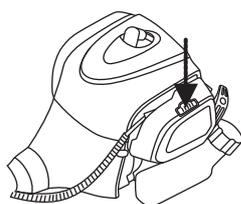

Fig. 29a
- Appuyer sur les clips du filtre à air, puis ouvrir le boîtier du filtre à air (19) (Fig. 29a). Tapoter le filtre sur une surface stable pour retirer la poussière.